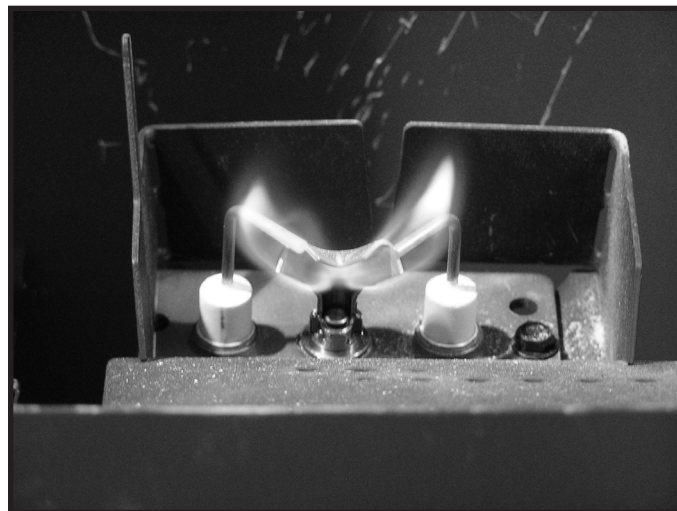

Figure 4.2. Comportement de la flamme de la veilleuse IPI
- Inspectez le comportement et la qualité de la flamme de la veilleuse. Consultez la figure 4.2 pour le comportement de la flamme de la veilleuse. Nettoyez ou remplacez la tête d'injecteur à filetage mâle si nécessaire.